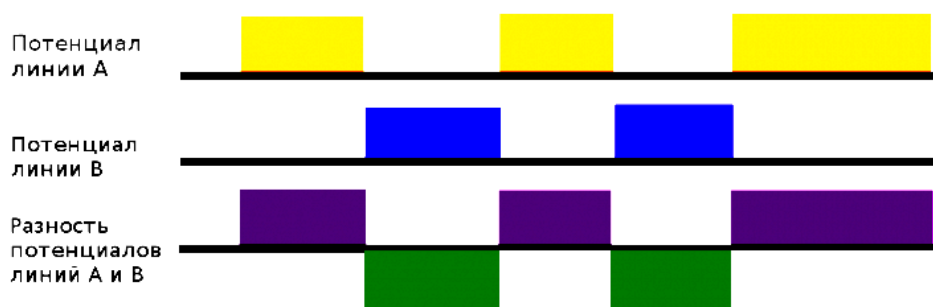

Рис.1. Принцип дифференциального способа передачи сигнала
В основе построения интерфейса RS485 лежит передача импульсов напряжения по двум проводам, при этом реализуется *дифференциальный способ* передачи сигнала, когда напряжение, соответствующее уровню логической единицы или нуля, отсчитывается не от "земли", а измеряется как разность потенциалов между двумя передающими линиями: Data+(A) и Data-(B). То есть когда на одном проводе появляется положительный потенциал, то на другом по отношению к первому потенциал отрицательный (рис.1). При этом напряжение каждой линии относительно "земли" может быть произвольным, но, например, для RS485 не должно выходить за диапазон -7...+12 В.